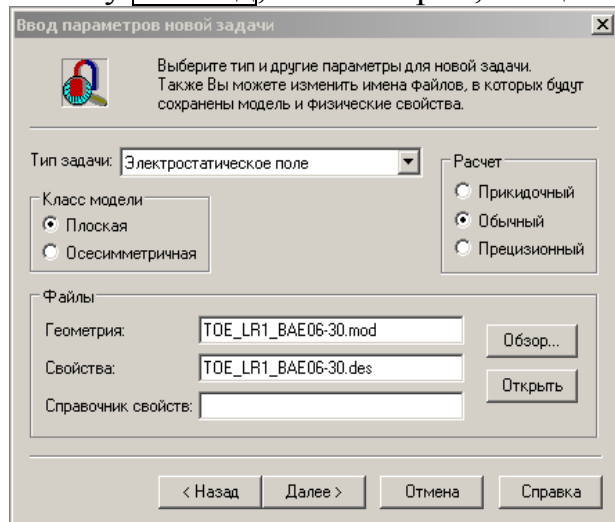

Рисунок 6 – Ввод параметров новой задачи
1.3 В окне **Ввод параметров новой задачи** (рисунок 6) в соответствии с заданием выбрать, например,